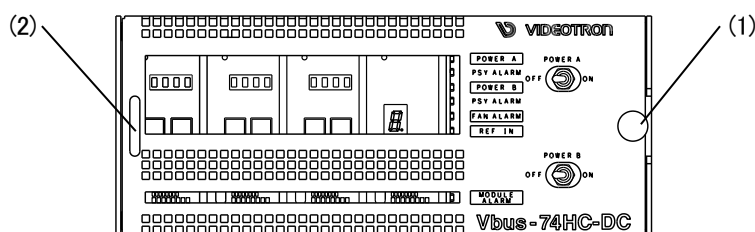

図 7-1 前面
(1) 前面パネルを取り外します。
・前面パネル固定用ネジ 図 7-1 (1) を十分に緩め、左側の取手 図 7-1 (2) を持ちながら前面パネルをゆっくり右斜め手前に引いてカバーを取り外します。